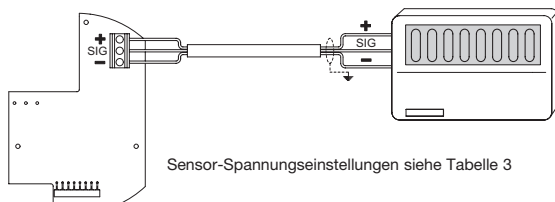

Abbildung 9: **Xgard** Typ 3, elektrische Anschlüsse
2. Sicherstellen, dass alle elektrischen Anschlüsse korrekt gemäß Abbildung 9 vorgenommen wurden.